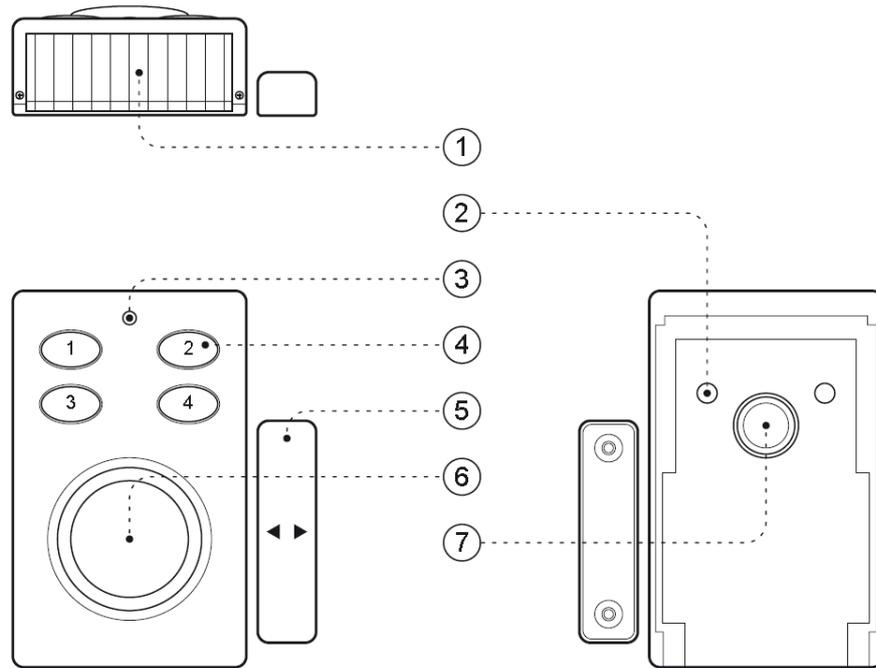
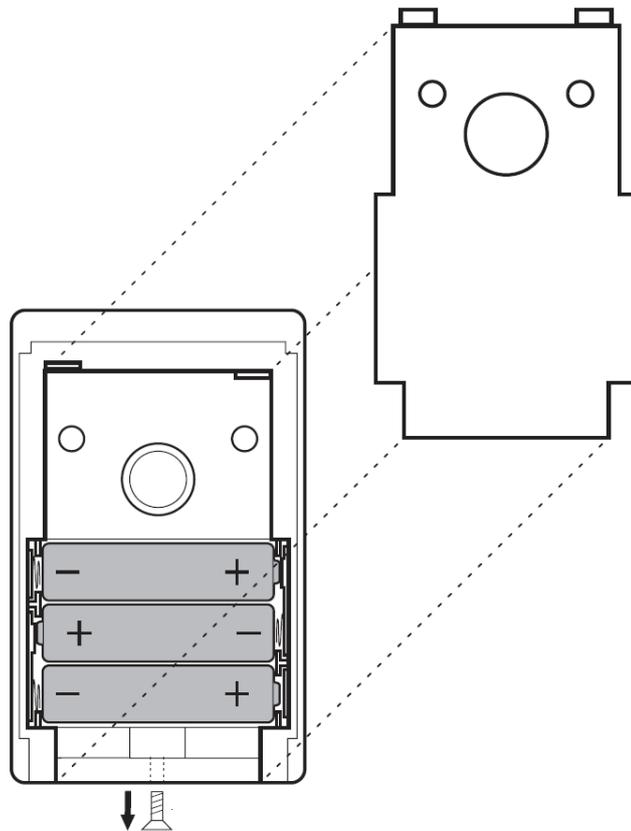

Abb. 1: Alarm Elemente
Abb.2: Batteriefach und Abdeckung
Elemente des Alarms (siehe Abb. 1):
- Nehmen Sie die Batterieabdeckung auf der Rückseite des Alarms ab, indem Sie erst die Fixierschraube unten lösen (siehe Abb. 2) und dann die Batterieabdeckung nach oben kippen.
Der Alarm kann alternativ auch mit Schrauben befestigt werden. Hierzu lösen Sie die Fixierschraube der Batterieabdeckung (siehe Abb. 2) und nehmen die Batterieabdeckung ab (nach oben kippen). In der Batterieabdeckung befinden sich zwei Löcher, die sie für die Befestigung mit Schrauben verwenden (siehe Abb.1 Punkt 2). Wenn Sie die Batterieabdeckung angeschraubt haben, setzen Sie den Alarm wieder auf die Batterieabdeckung (von oben nach unten kippen) und drehen die Fixierschraube wieder ein. Beim Magnetsensor ist keine Befestigung mit Schrauben vorgesehen. Er kann nur mit dem Klebepad befestigt werden.